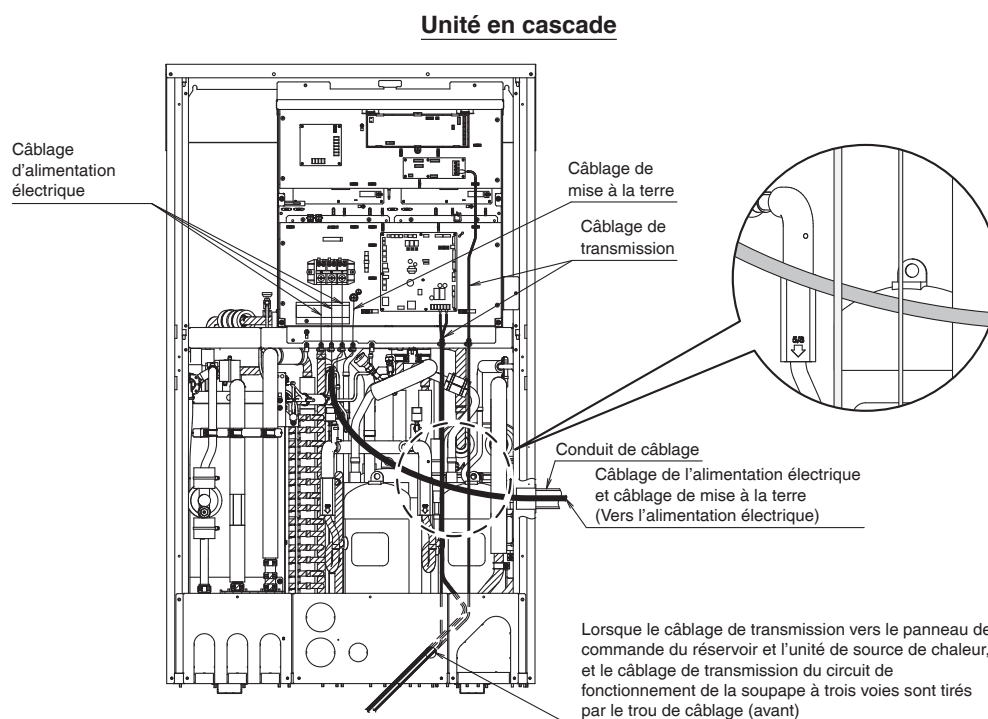
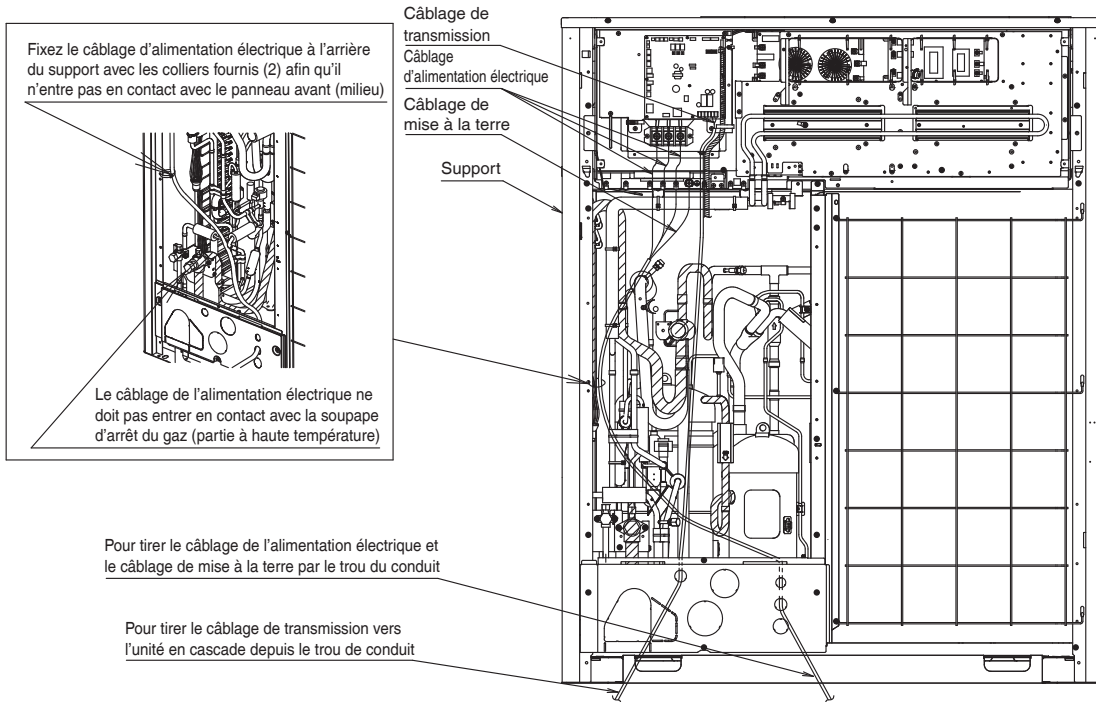

Fig. 27
Fig. 28
- Reportez-vous à la Fig. 27 et à la Fig. 28 pour le câblage.
- Acheminez de manière à ce que le câblage n'entre pas en contact avec le compresseur et la tuyauterie à haute température (▨ sur la Fig. 27 et Fig. 28).